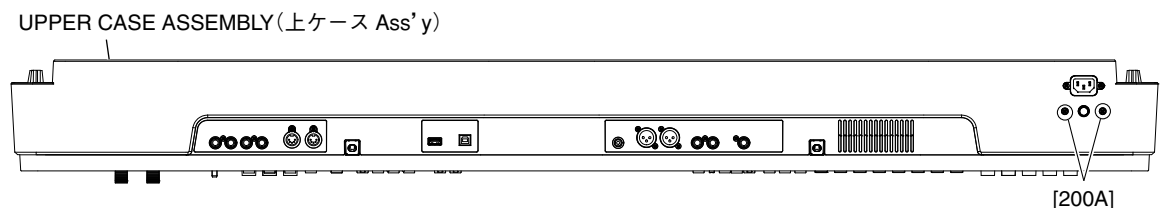

Fig. 4 (図 4)
- 5-3. Disconnect the AJK-ERP connector assembly and the AJK-PW connector assembly. (Fig. 4)
- 5-4. Remove the two (2) screws marked [200A] and the screw marked [185]. The inlet support can then be removed. (Fig. 4)
- 5-5. Remove the seven (7) screws marked [190D]. The PS ERP assembly can then be removed. (Fig. 4)
- 5-3. AJK-ERP 束線と AJK-PW 束線を外します。(図 4)
- 5-4. [200A] のネジ 2 本と [185] のネジ 1 本を外して、インレットサポートを外します。(図 4)
- 5-5. [190D] のネジ 7 本を外して、PSERP Ass'y を外します。(図 4)